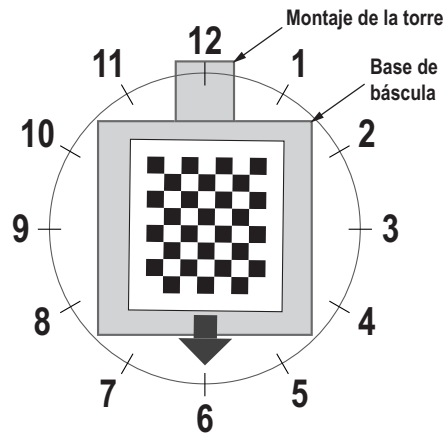

Figura 5-10. Gire a las 6 en punto
9. Alinee el objeto de calibración para que las cruces estén centradas. Gire el objeto de calibración a las 6 en punto con el conjunto de la torre a las 12 en punto (Figura 5-10).